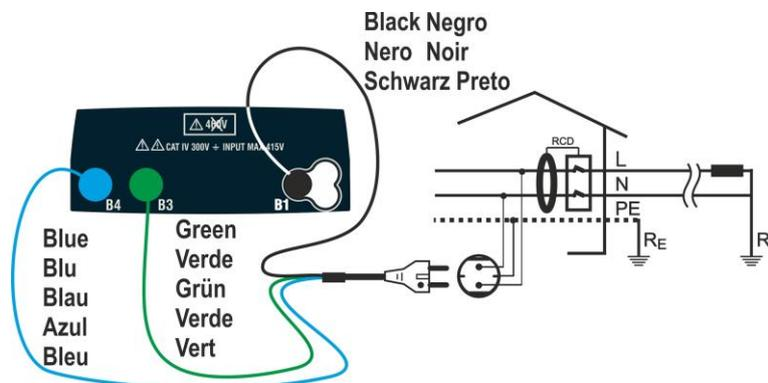
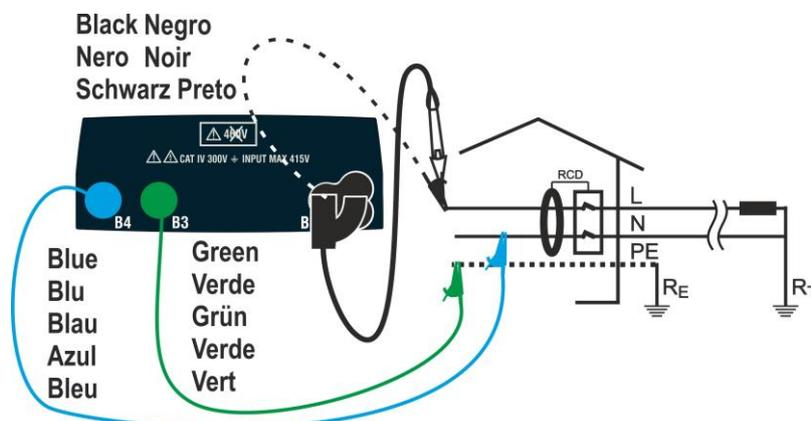
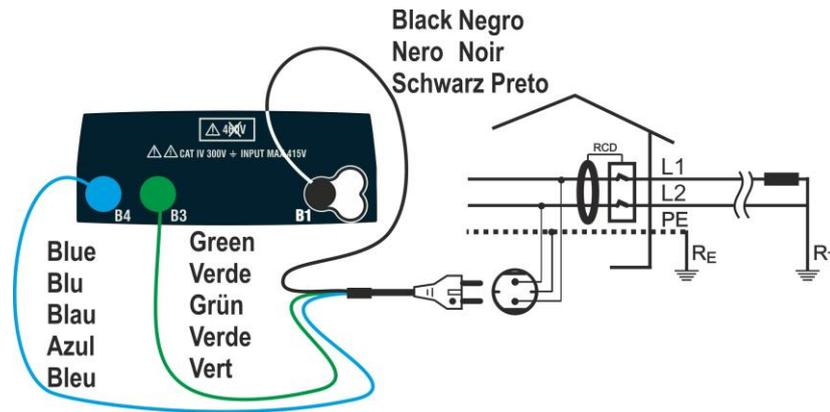
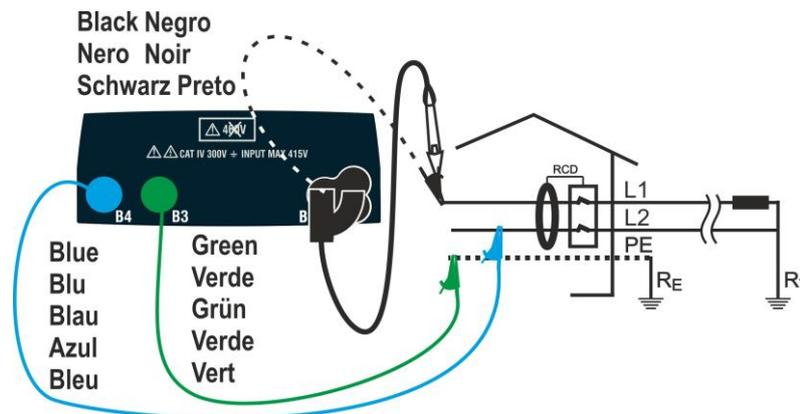

Fig. 4: Connexion Monophasée L-N-PE via une fiche shuko
Fig. 5: Connexion sur système Monophasé L-N-PE avec câbles et embout à distance
Fig. 6: Connexion en système Biphase L-L-PE via une fiche shuko
Fig. 7: Connexion sur système Biphase L-L-PE avec câbles et embout à distance
- Insérer les connecteurs vert, bleu et noir du câble shuko sur trois bornes dans les bornes d'entrée d'instrument B1, B3 et B4 correspondantes. En alternative, utiliser les câbles individuels et insérer les pinces crocodiles respectives à l'extrémité des câbles. Éventuellement, utiliser l'embout à distance en insérant le connecteur multipolaire dans la borne d'entrée B1. Brancher la fiche Shuko, les pinces crocodiles ou l'embout à distance au secteur électrique conformément aux Fig. 4, Fig. 5, Fig. 6 ou Fig. 7